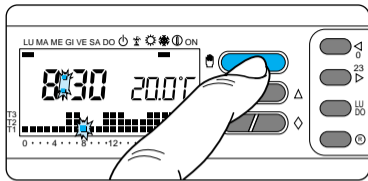

Fig. 50
9.10 - Pulse nuevamente el botón \clubsuit para volver al funcionamiento AUTOMÁTICO (fig. 50).